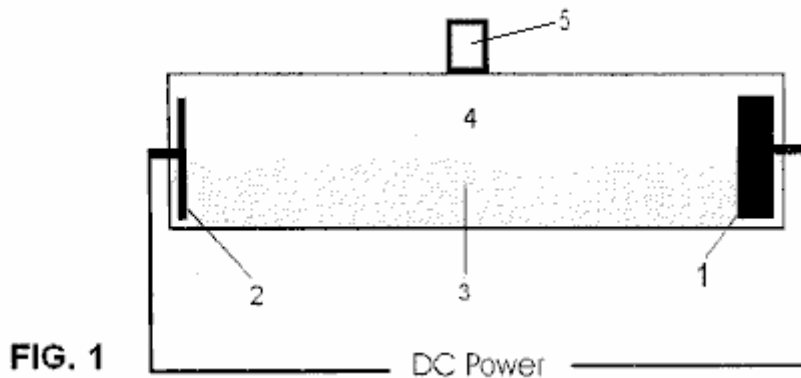

FIG. 1
Facendo ora riferimento alla **Fig.1**, uno schema di una camera di reazione è illustrato. Catodo (1) e l'anodo (2) sono in opposizione di configurazione, preferibilmente più di un pollice a parte e più preferibilmente otto a sedici pollici a parte. Nel processo dell'invenzione, una corrente viene fatta passare attraverso un fluido acquoso (3) e il flusso di corrente attraverso l'elettrolita crea un campo magnetico. L'elettricità è impulsiva, che crolla il campo magnetico con ogni impulso di energia elettrica. Questo produce il gas ad un tasso molto efficiente nella zona della soluzione tra gli elettrodi, come indicato con 4 in **Fig.1**. Il gas prodotto possono essere raccolte dalla zona di reazione attraverso l'uscita del gas (5) e sottoposto ad ulteriore purificazione come descritto più avanti.